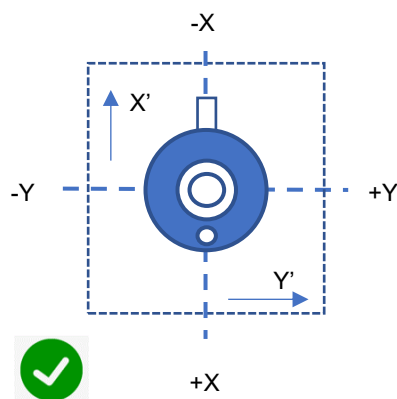
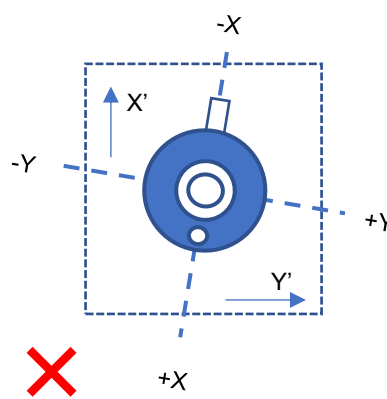

図 5-3B 傾斜面に対応する設置
図 5-3C 傾斜面に非対応な設置
傾斜面でのセットアップについて: 日射計を設置プラットフォーム (X'、Y') に合わせた信号ケーブルでセットアップします。図 5-3B を参照してください。センサが位置合わせされていない場合、チルト (X) とロール (Y) の測定は角度 X' と Y' を反映しません。図 5-3C を参照してください。